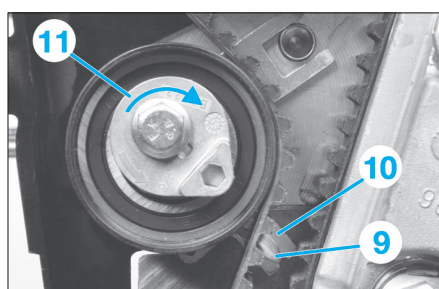

Fig. 14
- Tourner le galet tendeur (11) dans le sens horaire et placer l'index (9) en face du repère (10) (Fig.14).